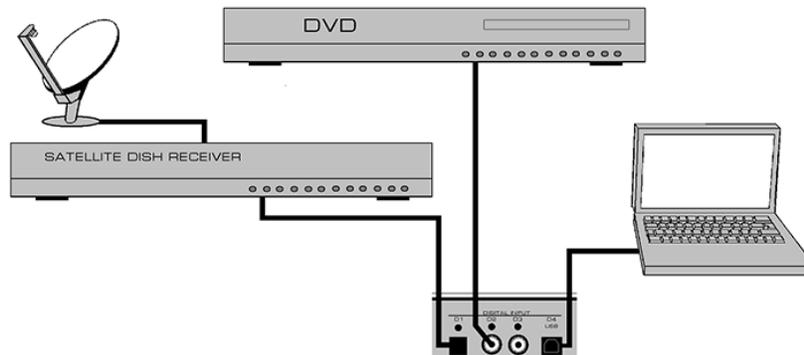

Figure 2: Entrées numériques en option du **Nêo 350P** – exemples de connexions
Le panneau arrière ressemblera à la figure 2 (ci-dessus). Il possède deux (2) paires d'entrées analogiques balancées munies de connecteurs XLR nommés « B1 » et « B2 »; chacun possédant un canal droit et un canal gauche. Sous eux se trouvent quatre (4) paires d'entrées analogiques asymétriques munies de connecteurs RCA nommés « CD », « A1 », « A2/HT » et « A3/PH ». Les entrées et sorties RCA du panneau arrière sont codées par couleur : blanc pour le canal gauche et rouge pour le canal droit. Si votre **Nêo 350P** est équipé de la section phono optionnelle, l'entrée « A3/P » doit être utilisée pour brancher l'interconnexion de votre platine vers l'amplificateur. Si vous ne possédez pas la section phono optionnelle, cette entrée peut être utilisée de la même façon que les entrées CD, A1 et A2. Ce préamplificateur est aussi muni d'une boucle moniteur RCA; les connecteurs d'entrée et de sortie de chaque canal sont situés à la droite des quatre paires d'entrées analogiques RCA.